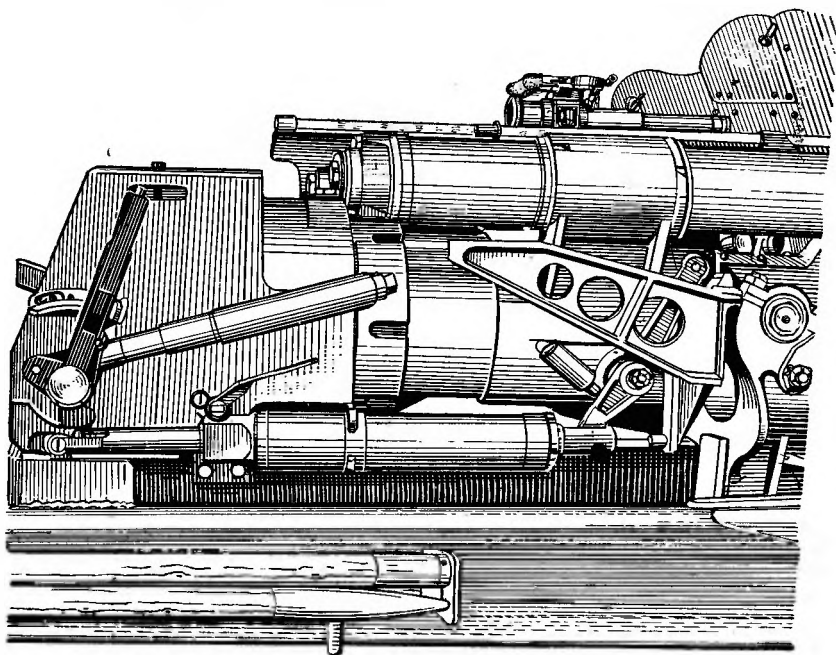

Рис. 3. Вид казенной части пушки справа
**Затвор** вертикальный клиновой с пружинной полуавтоматикой (рис. 3).